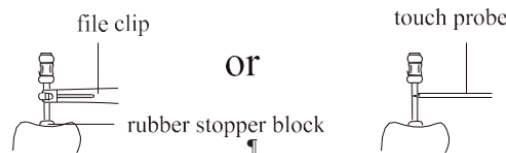

Abbildung 23
4.2.6 Wenn die Endfeile den Apex erreicht, stellen Sie den an der Endfeile angebrachten Gummistopper so ein, dass er mit dem Referenzpunkt (entweder der Inzisalkante oder der Fossakante) übereinstimmt. Entfernen Sie dann die Endfeile und messen Sie den Abstand zwischen dem oberen Ende der Feile und dem Gummistopfen. Dieses Maß stellt die Arbeitslänge des Zahns dar. Alternativ kann die Tastsonde anstelle der Feilenklemme verwendet werden, insbesondere für die Messung der Backenzähne, wenn die Feilenklemme schwer zu verwenden ist [Abbildung 23].